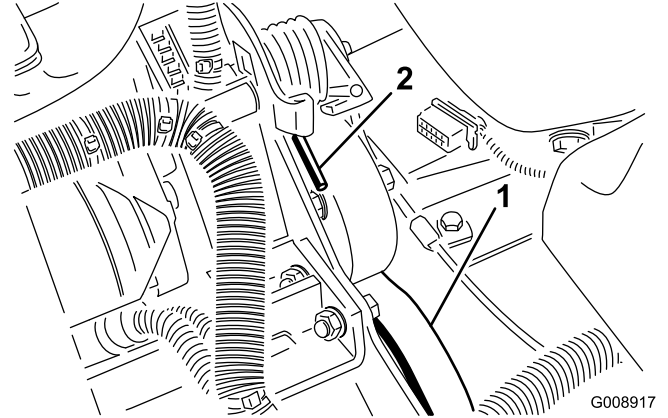

Bild 70
2. Drücken Sie das Ende der Feder (Bild 70) ab- und vorwärts, um die Feder aus dem Bügel auszuhaken und die Feder zu entspannen.